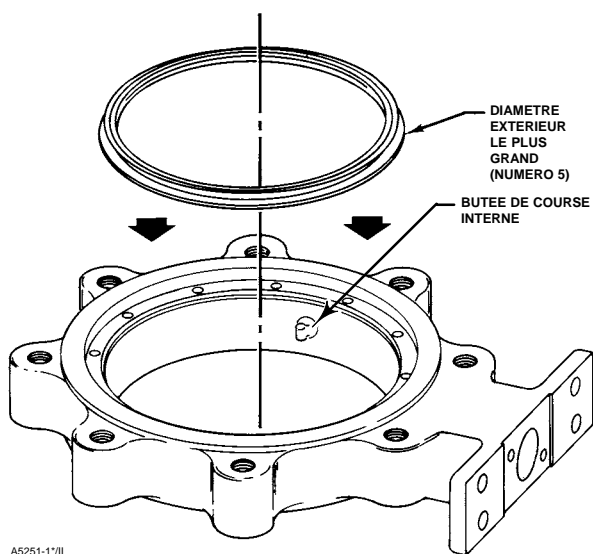

Figure 8. Installation de joints typique
1. Localiser la bague d'étanchéité de remplacement (n° 5) et noter sa forme. L'un des diamètres de l'anneau est supérieur à l'autre, comme représenté sur la figure 8. La circonférence externe est entourée d'une large rainure.
Placer le joint torique (n° 6) dans la large gorge extérieure de la bague d'étanchéité avant d'installer cette dernière dans le corps de la vanne. Voir la figure 8.
2. Installer la bague d'étanchéité et le joint torique dans le corps de la vanne. Le plus large diamètre externe de la bague d'étanchéité, comme indiqué dans la figure 8, va dans la zone de la fente en té du corps de la vanne (voir la figure 5). Commencer à engager le bord au diamètre le plus large dans la fente en té du corps de la vanne au moyen d'un tournevis à lame à bout plat. Si un kit de maintenance est disponible, utiliser les outils d'installation du joint.
Lors de la fixation de l'actionneur sur la vanne, vérifier que le disque de la vanne ne touche pas la butée de course mécanique interne de la vanne (voir la figure 8). Le disque de la vanne doit être placé à une distance de 0 à 0,76 mm (0 à 0.030 in.) de la butée interne du corps de la vanne (voir la figure 8).